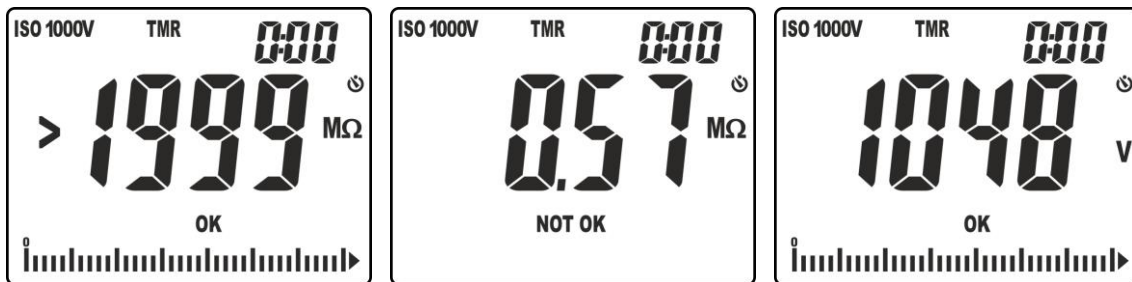

Fig. 21: Resultados de la medida de aislamiento en modo TMR
9. En la pantalla de Fig. 21 – parte izquierda aparece el valor de la resistencia de aislamiento (el símbolo " $>1999$ " indica la condición de fuera escala) al término de la medida con resultado positivo "OK" (valor superior al umbral configurado). En la pantalla de Fig. 21 – parte derecha aparece el valor de la resistencia de aislamiento al término de la medida con resultado negativo "NOT OK" (valor inferior al umbral configurado)